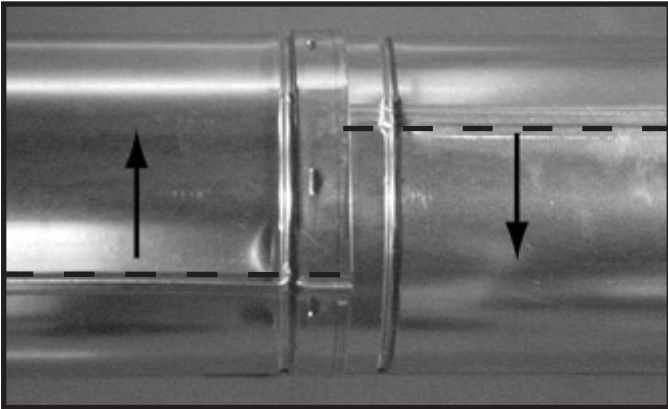
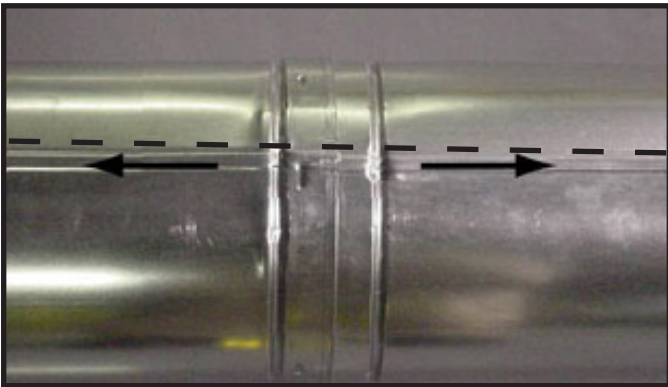

Abbildung 10.7 Nähte zum Demontieren drehen
Abbildung 10.8 Abzugselemente ausrichten und demontieren
- Drehen Sie entweder das Segment (siehe Abbildung 10.7) so, dass Nähte an beiden Rohrsegmenten wie in Abbildung 10.8 ausgerichtet sind.